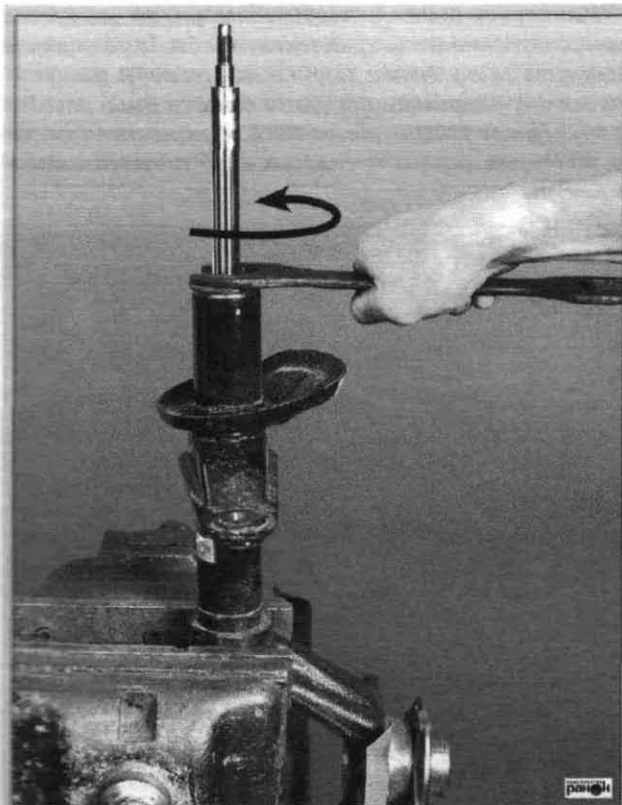

Рис. 5.16. Извлечение амортизатора
- закрепив стойку в тисках, открутить специальную гайку корпуса стойки и извлечь амортизатор (рис. 5.16);